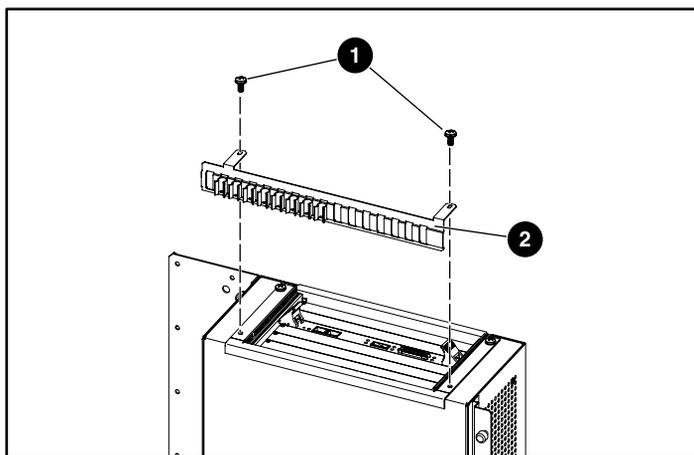

Figura 15: Instalación de la grapa de cable superior
❶ Tornillos
2. Instale la grapa de cable superior en el receptáculo de expansión utilizando los dos tornillos que quitó anteriormente en el paso 1 (consulte la Figura 15).